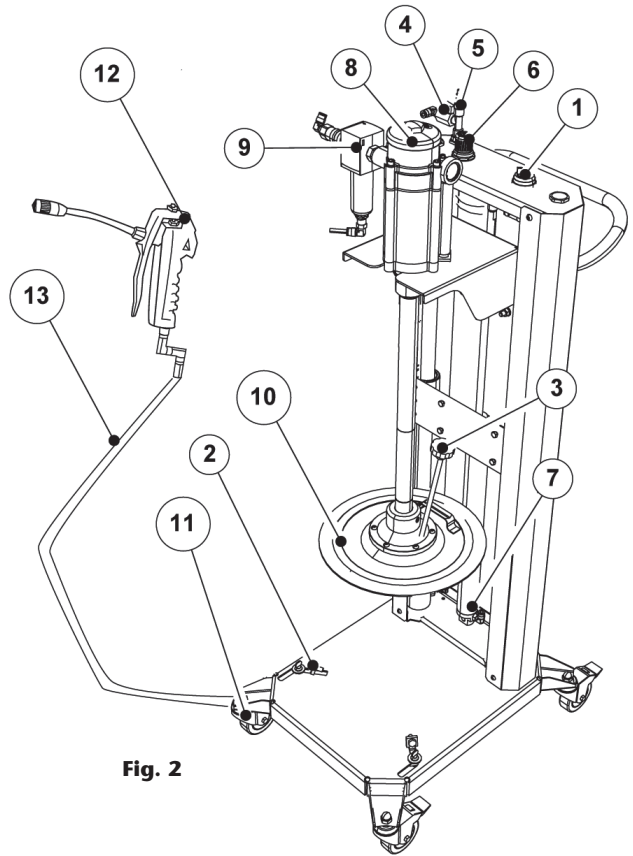
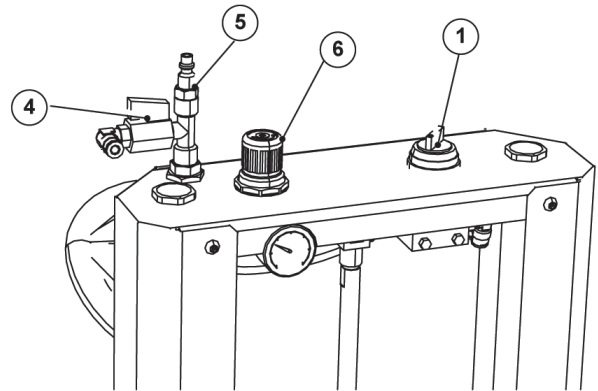
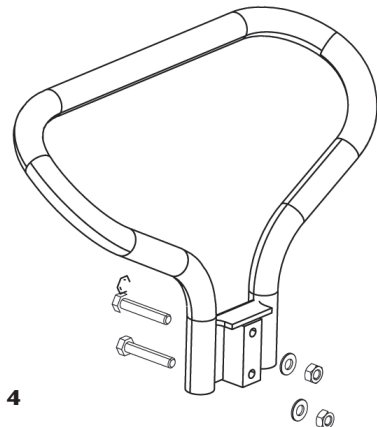

Fig. 2
Fig. 3
Fig. 4
Once verified that the package contents all the elements, (fig. 2), and the handlebar is assembled (fig. 4), connect the air inlet to an 10 bar maximum compressed air line using the air inlet (pos. 5). Use the inductor pressure control (pos. 6) to adjust the lifter pressure 5.5 and 6 bar (fig. 3).
Una vez verifique que su equipo contiene todos estos elementos, (fig. 2), conéctelo a una entrada de aire comprimido de 10 bar como máximo, a través de la entrada de aire al inductor (pos. 5). Regule la presión de entrada del elevador entre 5,5 y 6 bar mediante el regulador (pos. 6) (fig. 3).